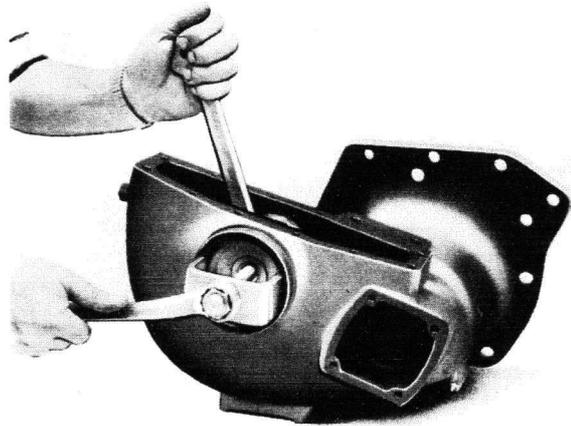

Fig. 18
- 2° Déposer la cuvette du roulement extérieur de fusée au moyen du Tampon MICU et de l'étrier MIDU (fig. 18) après avoir déposé le circlip.